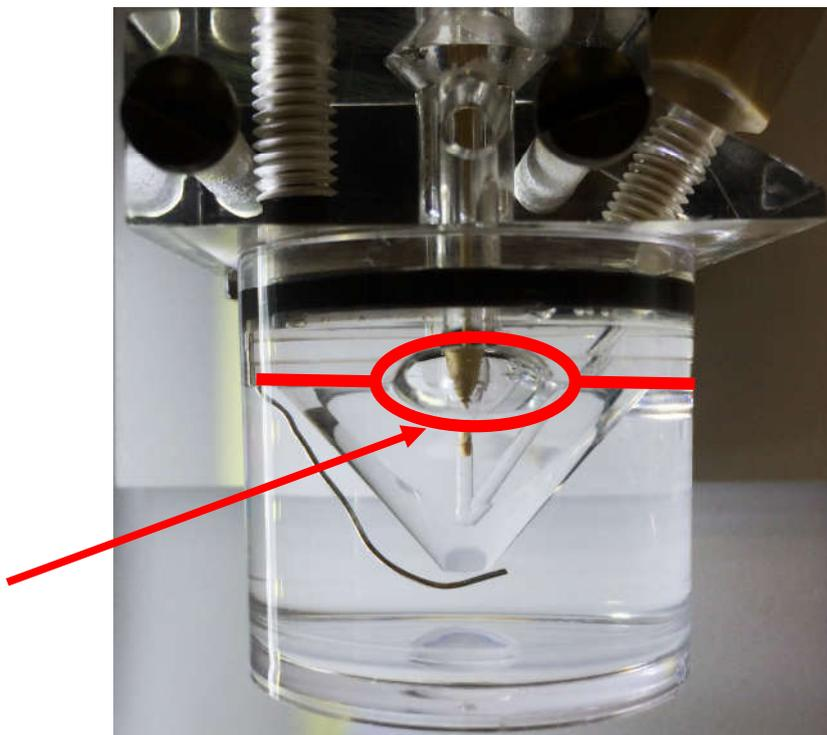

Рисунок 40. Пузырь воздуха
**ВАЖНО!** Необходимо тщательно следить за уровнем буфера в емкости и отсутствием полимера снаружи емкости, как показано на рис. 40.
**ВАЖНО!** При отсутствии пузыря воздуха, показанного на рис. 40, возможно вытекание буфера наружу, что крайне нежелательно.